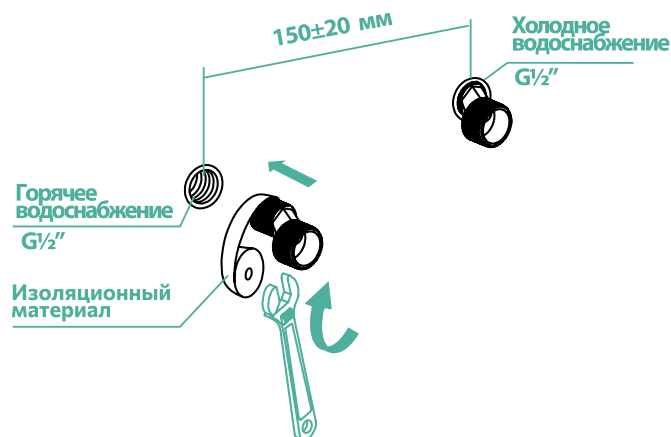

Рис. 2
1. Убедитесь, что входные трубы горячей/холодной воды подведены правильно: горячая должна находиться слева, холодная справа (рис.2).
- Отключите систему холодного и горячего водоснабжения. Ввинтите эксцентрические переходники (рис.2) в выходы трубопроводов системы водоснабжения, предварительно уплотнив резьбовую часть изоляционным материалом. Подберите положение эксцентрических переходников, при котором они совпадут и будут соответствовать присоединительному положению смесителя. При этом положение смесителя должно быть горизонтальным.